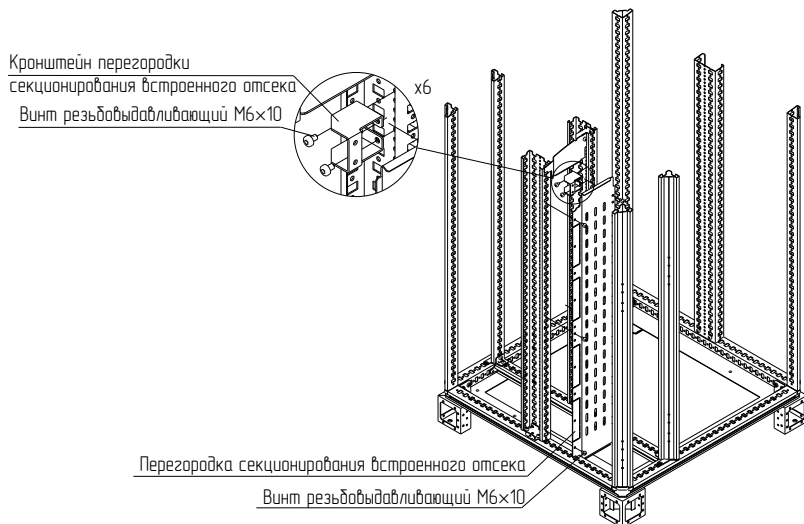

Рисунок 135
4.44.3 Приложить перегородку секционирования встроенного отсека к стойкам, отметить место крепления кронштейнов перегородки секционирования встроенного отсека. Закрепить кронштейны перегородки секционирования встроенного отсека на стойке дополнительной вертикальной (рисунок 135). Для крепления использовать винты М6х10. Момент затяжки – 7 Н·м.
4.44.4 Установить перегородку секционирования встроенного отсека на кронштейнах перегородки секционирования встроенного отсека и стойке дополнительной вертикальной, и закрепить винтами М6х10 (рисунок 135). Момент затяжки - 7 Н·м.